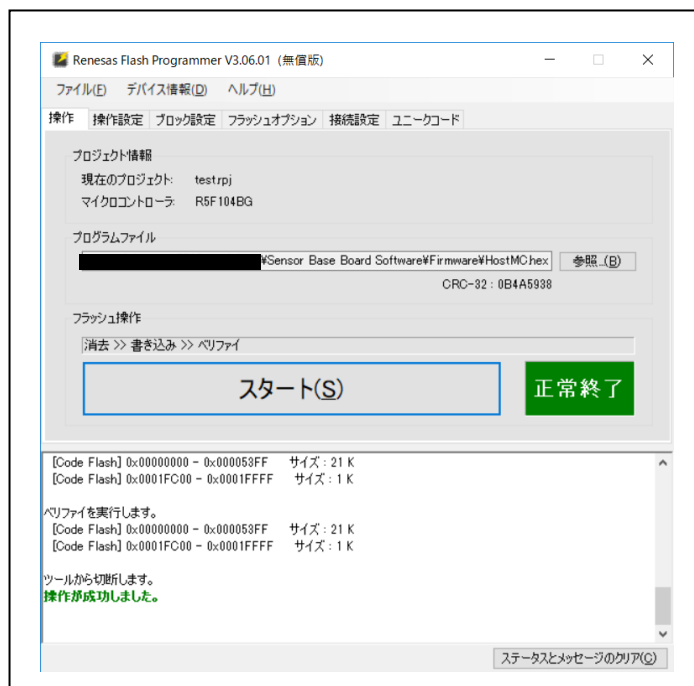

Figure 3-2-6. 書き込みが正常終了したときの画面
なお、書き込みに成功すると Figure 3-2-6 のような画面になります。
書き込みに成功すると、3.2④で示した Figure 3-2-6 と同様の画面になります。